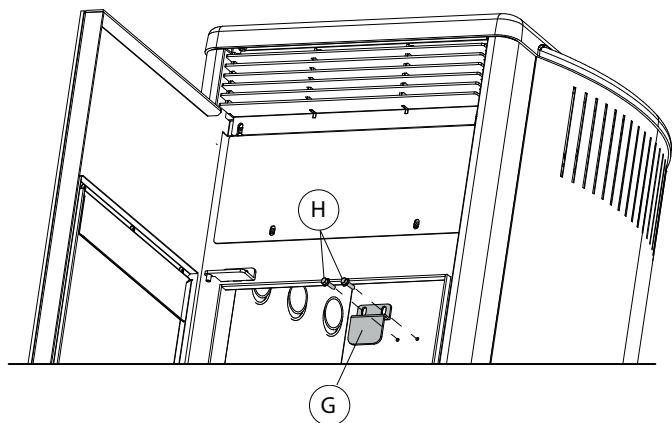

fig. 5.4.10
- Den Befestigungsbügel G wieder anbringen, indem Sie auf die beiden Schrauben H einwirken (Abb. 5.4.10) und das Kohlenbecken F wieder positionieren (Abb. 5.4.11)